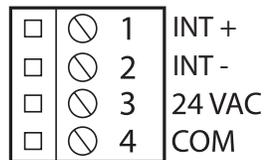

Figure 3 - Borniers
- Branchez le câble dans la prise RJ45 du T1000 (si le câble est ouvert au régulateur, référer à la figure 3 pour le raccordement du port RJ45 du T1000).